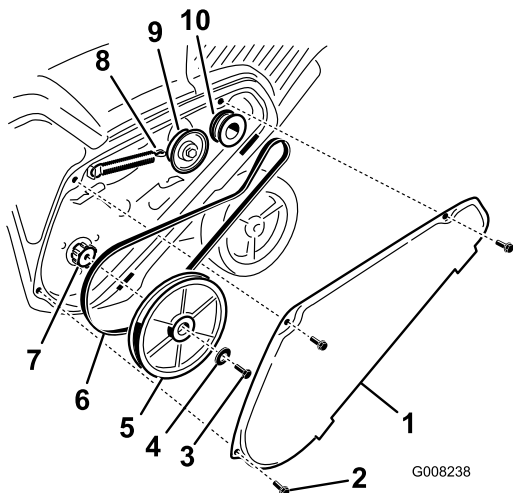

Figure 37
1. Enlevez le couvercle de la courroie d'entraînement après avoir retiré les 3 boulons comme illustré (Figure 37).
**Remarque:** Acheminez la courroie neuve autour de la poulie du moteur, puis de la poulie de tension, et enfin autour de la poulie de rotor desserrée, située juste au-dessus de l'arbre de rotor (Figure 37).
6. Montez la poulie de rotor sur l'arbre de rotor (Figure 37).
7. Montez la rondelle bombée et le boulon de fixation de la poulie de rotor, et serrez-les solidement (Figure 37).
2. Débranchez le ressort de frein du bras de la poulie de tension pour détendre la courroie (Figure 37).
3. Enlevez la vis et la rondelle bombée qui retiennent la poulie de rotor (Figure 37).
4. Retirez la poulie de rotor et la courroie d'entraînement (Figure 37).